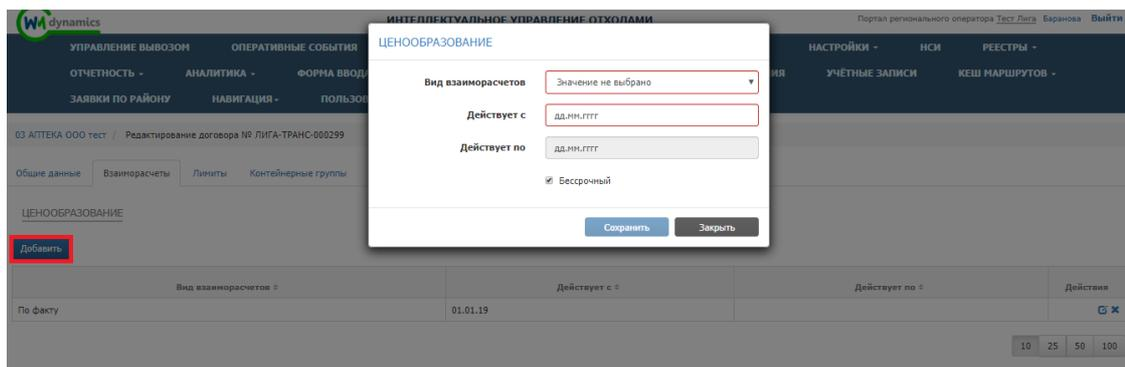

Рисунок 22. Добавление взаиморасчета
- Действует с/по (вводится вручную) (Рисунок 22).